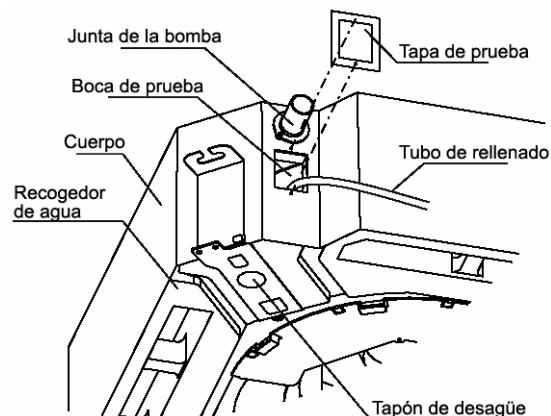

Figura 30
- 1) Retire la tapa de prueba y eche unos 2000 ml de agua en el recogedor de agua a través del tubo de rellenoado. (Vea la figura 30)